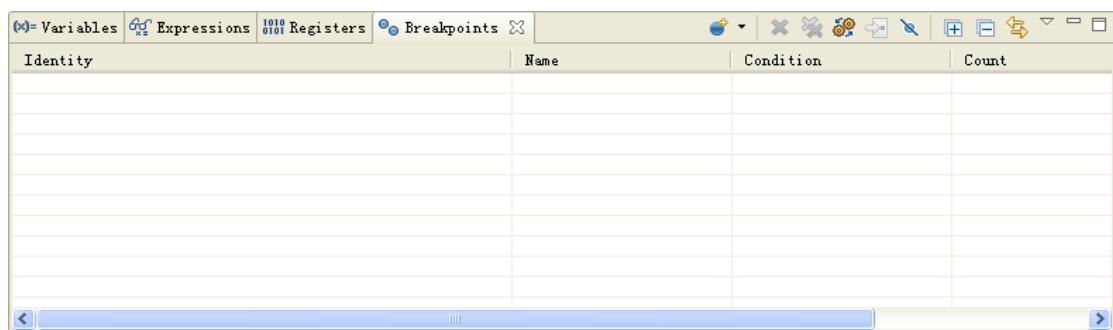

图 1.29 断点查看窗口
(9) 点击菜单 View→Break points，可以得到断点查看窗口，如图 1.29 所示。